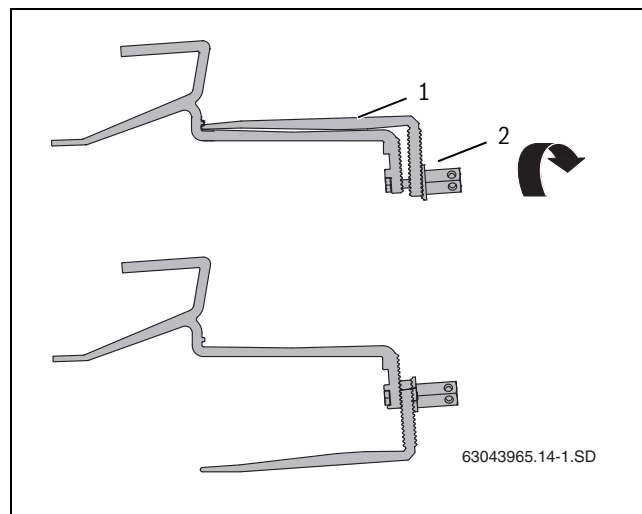

Fig. 43 Girar la parte inferior de los ganchos de tejado
- ▶ Suelte la tuerca larga (Fig. 43, [2]) del gancho de tejado y sitúe la parte inferior del mismo (Fig. 43, [1]) en la posición correcta.